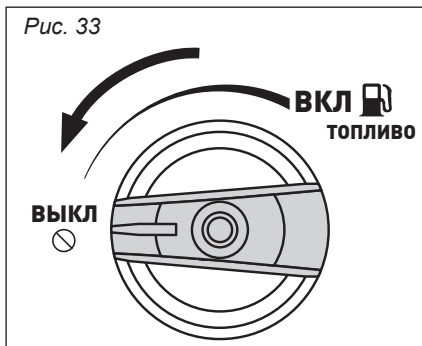

Рис. 33
1. Поверните переключатель подачи топлива в положение «**ВЫКЛЮЧЕНО**» (рис. 33).